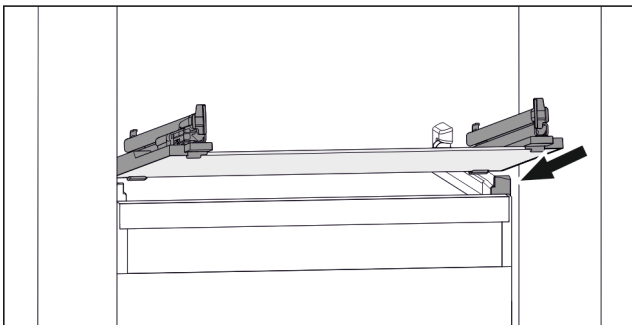

Fig. 107 Примерное отображение стеклянной пластины
- ▶ Наклоняя вниз, установите стеклянную пластину за стопоры. (см. Fig. 107)